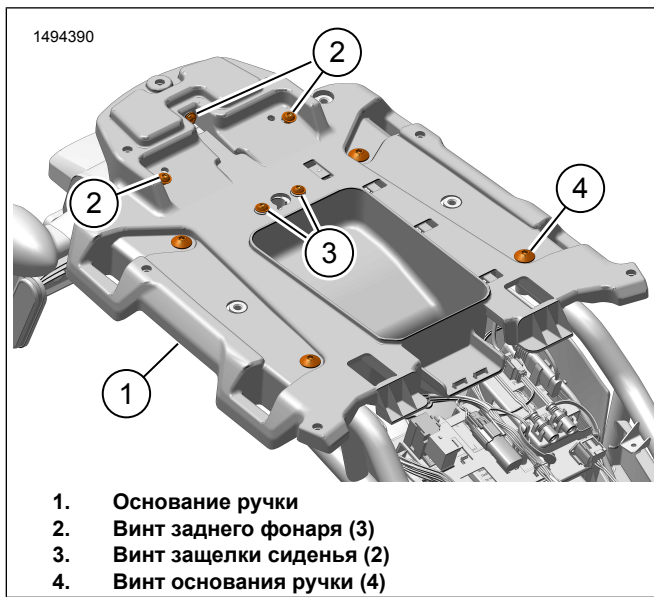

Рисунок 6. Установите основание ручки
- a. См. рис. 6. Установите винты защелки сиденья (3). Затяните.
- a. См. рис. 6. Установите винты заднего габаритного фонаря (2). Затяните.
4. См. рис. 6. Установите основание ручки (1).
- a. Установите винты основания ручки (4). Затяните.